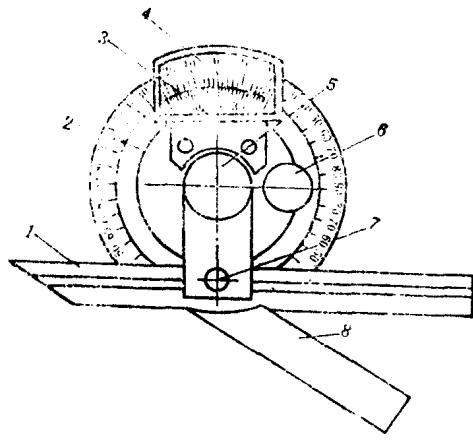
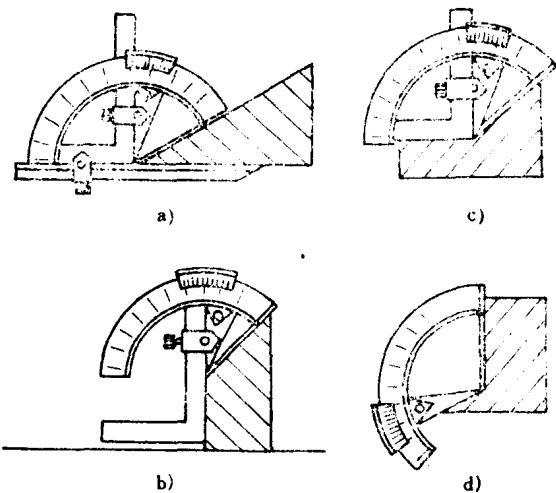

图 2-5
图 2-6
7. 万能角度尺 万能角度尺也称为角度规，在镗加工中，有些不十分精密的角度加工，如斜角加工，斜孔加工、斜槽加工中，都可用万能角度尺测量、检验。它是测量角度的重要量具，常用的有I型(图2-6)、II型(图2-5)。
I型万能角度尺测量使用方法见图2-6。